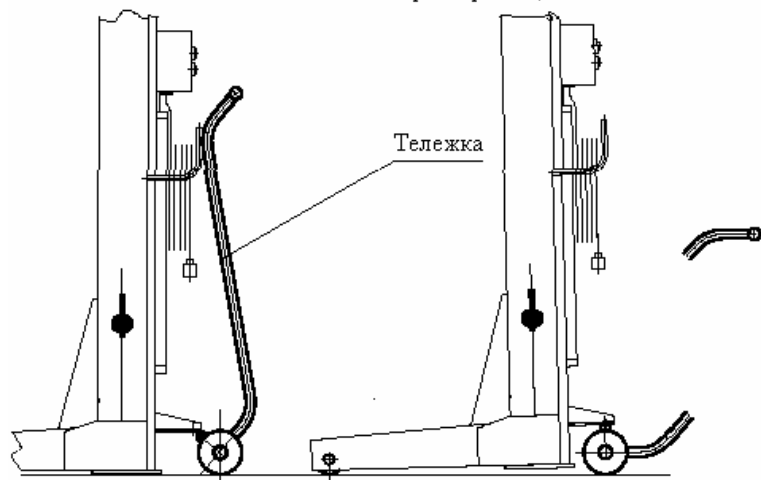

Рис. 5. Перемещение стойки при помощи тележки
7.2.1. При помощи тележки подкатить каждую стойку подъемника подхватом под колеса автомобиля. Для перемещения стойки подкатить тележку к стойке и, зацепив ее, приподнять (см.Рис.5). Убрать тележку.